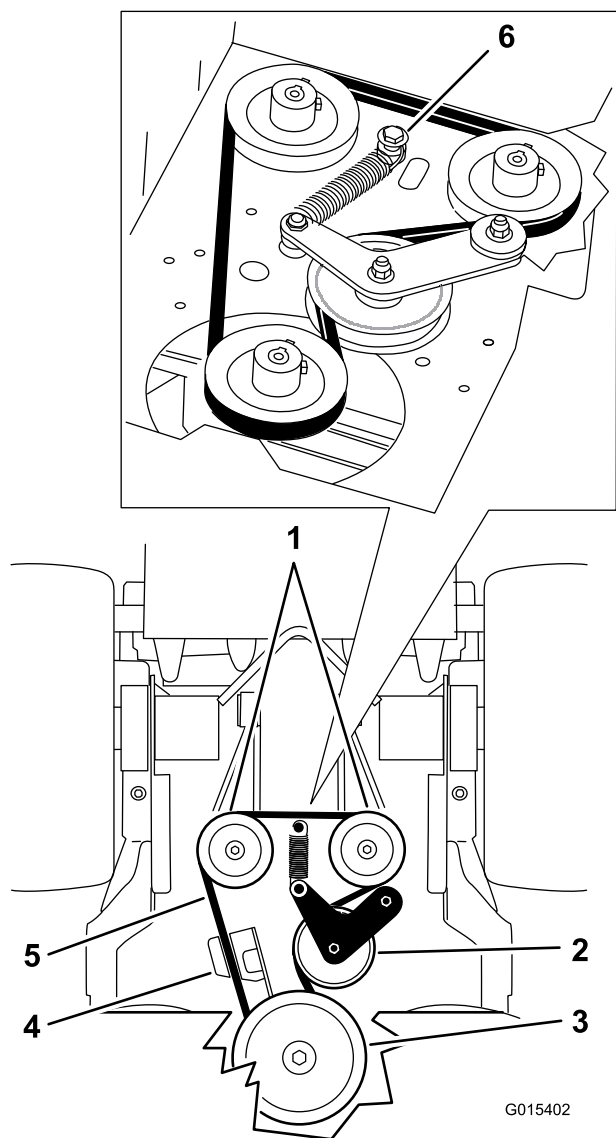

Figure 65
5. Retirez le boulon à épaulement, l'écrou et la rondelle du plancher moteur et du ressort (Figure 65).
6. Déposez la courroie d'entraînement de la pompe (Figure 65).
8. Placez le ressort sur le boulon à épaulement et la rondelle, et fixez-le au plancher moteur avec l'écrou (Figure 65).